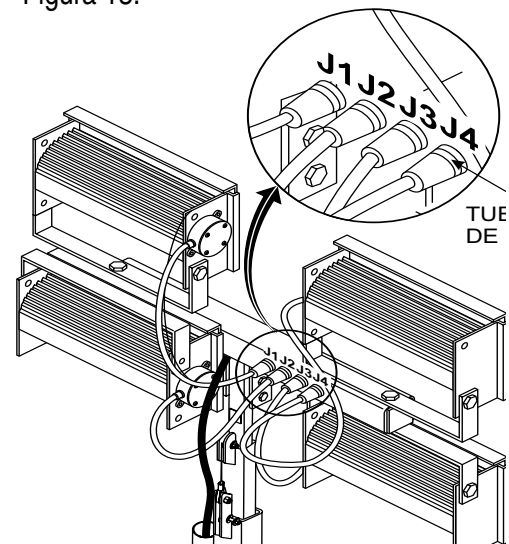

Figura 13. Conectores del cable
- d. Alinee el diseño de la llave (B) del conector macho con la ranura ó la llave (A) del conector hembra y presiónelos juntos hasta hagan contacto completamente.
- e. Asegure el conector atornillando la tuerca de presión moledeada al conector macho a la porción de rosca del conector hembra para asegurar buen contacto entre los dos conectores. Consulte la Figura 13.